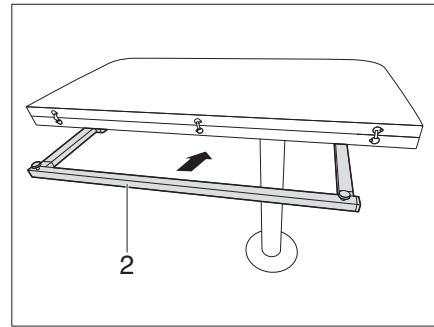

Fig. 105 Insertar la estructura inferior de la mesa plegable
- Insertar la estructura inferior de la mesa (Fig. 105,2).